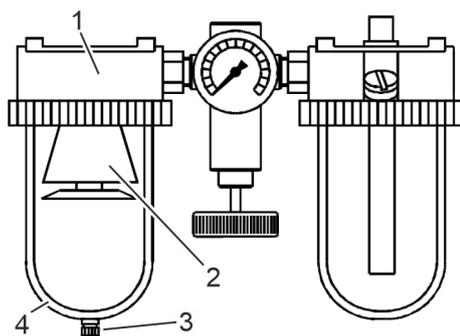

Fig. 22 : séparateur d'eau
1. ➤ Ouvrir l'évacuation des condensats (Fig. 22 /3) et recueillir les condensats.
2. ➤ Fermer l'évacuation des condensats (Fig. 22 /3).
3. ➤ S'il est encrassé, dévisser le bac à condensats (Fig. 22 /4).
4. ➤ Nettoyer le bac à condensats (Fig. 22 /4) dans les règles de l'art. Respecter les consignes de nettoyage qui figurent dans le manuel d'utilisation de l'unité de maintenance pour air comprimé.
5. ➤ Visser le bac à condensats (Fig. 22 /4).
S'assurer que l'évacuation des condensats (Fig. 22 /3) est fermée.
En cas d'encrassement, nettoyer le filtre (Fig. 22 /2) comme suit :
1. ➤ Dévisser le bac à condensats (Fig. 22 /4).
5. ➤ Remettre le filtre (Fig. 22 /2) en place. Veiller à ce que l'étanchéité soit parfaite.
6. ➤ Visser le bac à condensats (Fig. 22 /4).